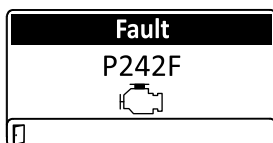

Figura 49
- Avvertenza motore (Figura 49)